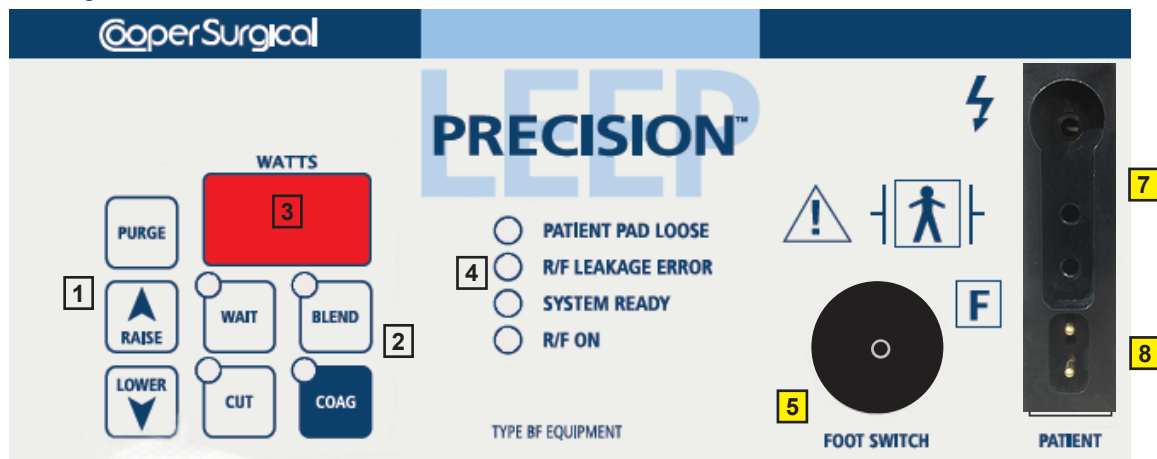

Figura 2
Si desea utilizar el pedal como control, conecte el interruptor de pedal a la toma **5** que se muestra en la figura 2.
- Conecte el electrodo activo a la toma **7** que se muestra en la figura 2.
El volumen de suministro del sistema integrado LEEP PRECISION incluye un adaptador electroquirúrgico reutilizable de 4 mm (que se encuentra en la caja del generador LEEP PRECISION). Utilice el electrodo accionado mediante el pedal junto con dicho adaptador. El electrodo se conecta al adaptador que, a continuación, se enchufa en la toma **7** que se muestra en la figura 2.
- Conecte el electrodo dispersivo a la toma **8**. Consulte la figura 2.